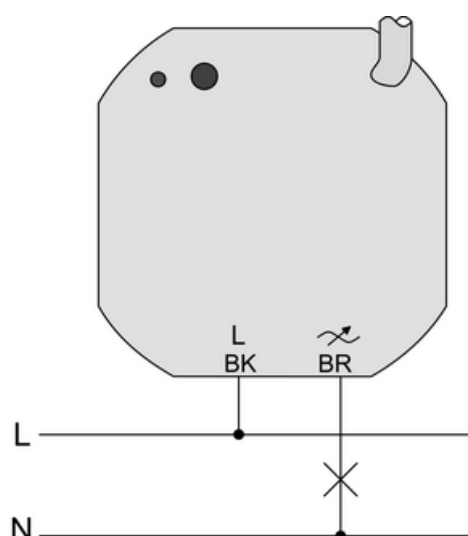

Figura 5: Conexión
- Conectar la carga (figura 5). Utilizar los bornes de resorte suministrados. Los extremos de conductor flexibles tienen que estar estañados.